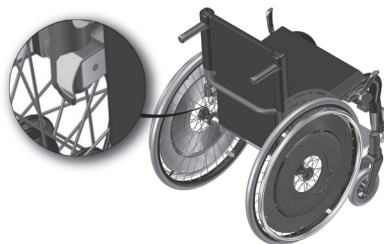

Figura 1.2-Trava de segurança
b. Acione as travas (detalhe na figura 1.2) de segurança para dobrar a cadeira. No momento em que o encosto for retornado à sua posição original, no momento do encaixe ouvir-se-á um click.